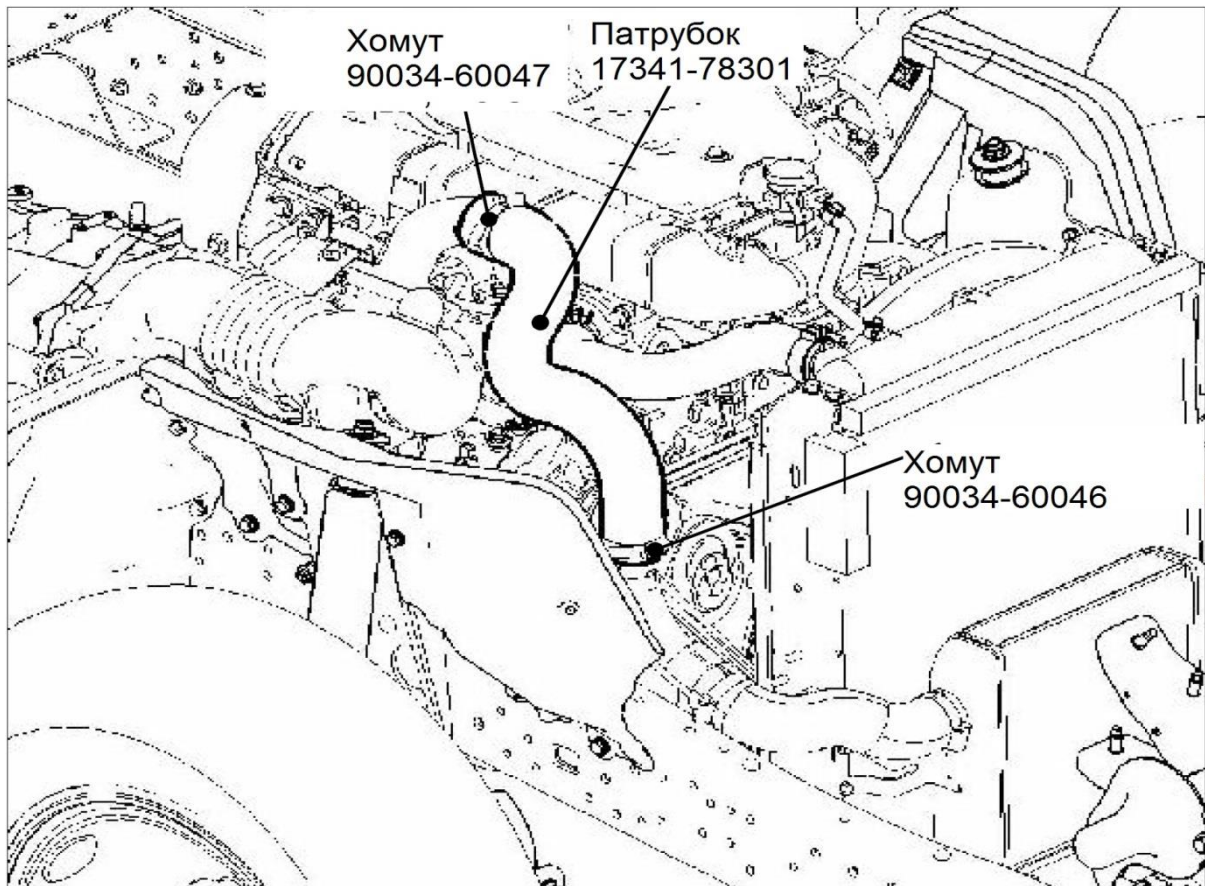

Рис.2
- 1) Произвести демонтаж поврежденного патрубка. Установить новый патрубок 17341-78301 с хомутами 90034-60047 и 90034-60046 (Рис.2). Затяжку хомутов произвести в два приема: моментом 6,25 Н·м и моментом 7 Н·м. Хомуты не подлежат повторному использованию.